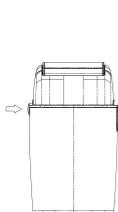

Fig. 1
1. Apăsați butonul de eliberare de pe părțile laterale ale aparatului de bărbierit și scoateți ansamblul capului (vezi Fig. 1 și 2).